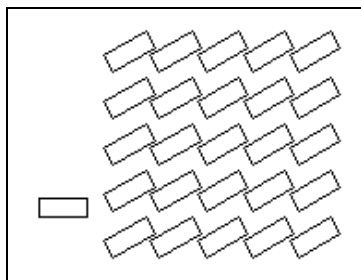

Рис. 10.13. Массив копий по параллелограммной сетке
- ♦ выберите базовую точку и щелкните ЛК мыши. Массив копий по параллелограммной сетке построен (рис. 10.13);